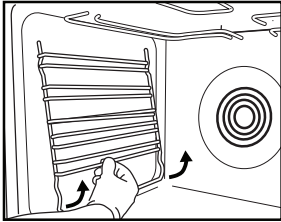

Рис. 3
1. Зніміть бічні решітки для прикріплення аксесуарів (Рис. 3).